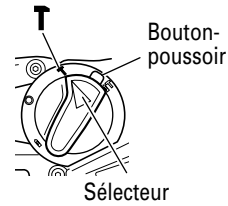

Fig. 20
Le foret de cette perceuse peut être mis en mode de percussion uniquement en appuyant sur le bouton presseur et en tournant le sélecteur sur le repère **T**. (Fig. 20)
- (3) Tourner le sélecteur sur le repère **T**. (Fig. 20)